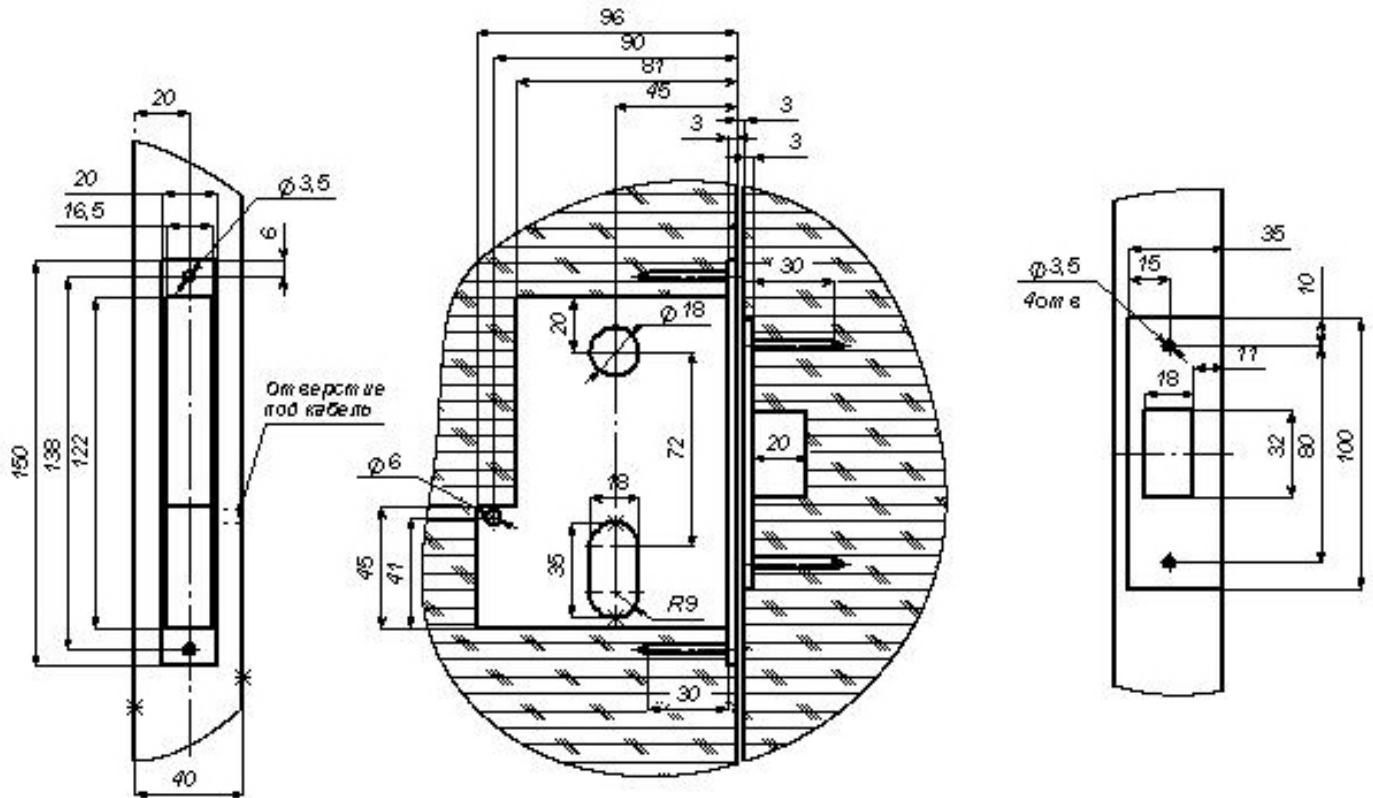

Рис.3 Разметка отверстий под замок
1) Выполните в двери разделку в соответствии с разметкой (размеры - на рис.3);
- выполните выборку установочного паза в дверной коробке в соответствии с разметкой по рис.3;
запорной планки (рис.3) должен быть расположен строго симметрично относительно поперечного сечения ригеля замка;